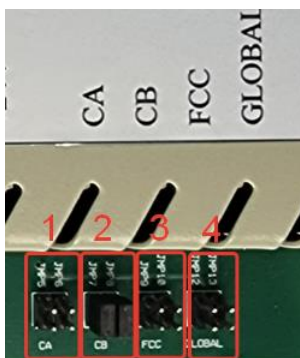

Рис. 3.3.1 Выбор частотного диапазона
1. переустановить джамперы на плате модема. Джамперы переставляются попарно. (рис. 3.3.1).